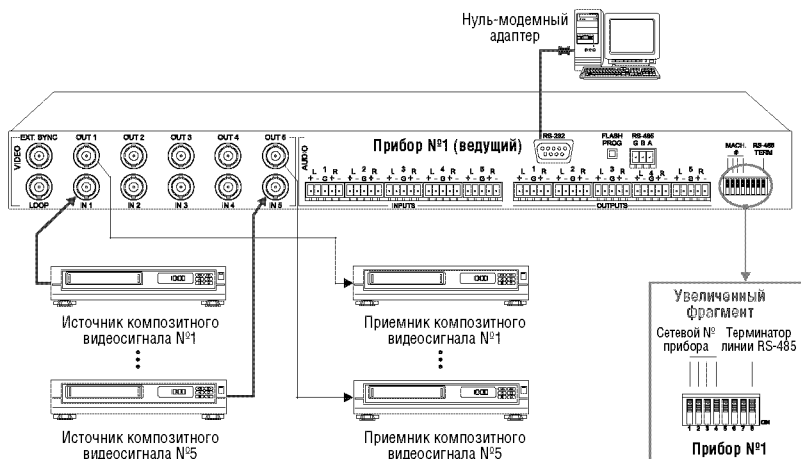

Рис. 3. Подключение источников и приемников сигнала к матричному коммутатору VS-5x5
Подключение к разъемам задней панели коммутатора показано на рис. 3. Отключите питание VS-5x5 и всех подключаемых устройств. Не нажимайте кнопку FLASH PROG (поз. 9 в табл. 2) и кнопку сброса на нижней стороне прибора — они предназначены только для обновления микропрограммы коммутатора (раздел 8).
1. Подключите до пяти источников композитного видеосигнала (например, видеомагнитофонов) ко входным BNC-разъемам коммутатора и до пяти источников балансного стереофонического аудиосигнала (не показанных на рис. 3) к клеммным блокам *AUDIO INPUTS* (см. раздел 5.4).
2. Подключите входы приемников композитного видеосигнала (например, видеомагнитофонов) к видеовыходам коммутатора (*VIDEO OUT*), а входы приемников аудиосигнала (не показанных на рис. 3) к клеммным блокам *AUDIO OUTPUTS*. Неиспользуемые выходы оставьте неподключенными.
5. Подключите сетевой шнур (не показан на рис. 3)¹.